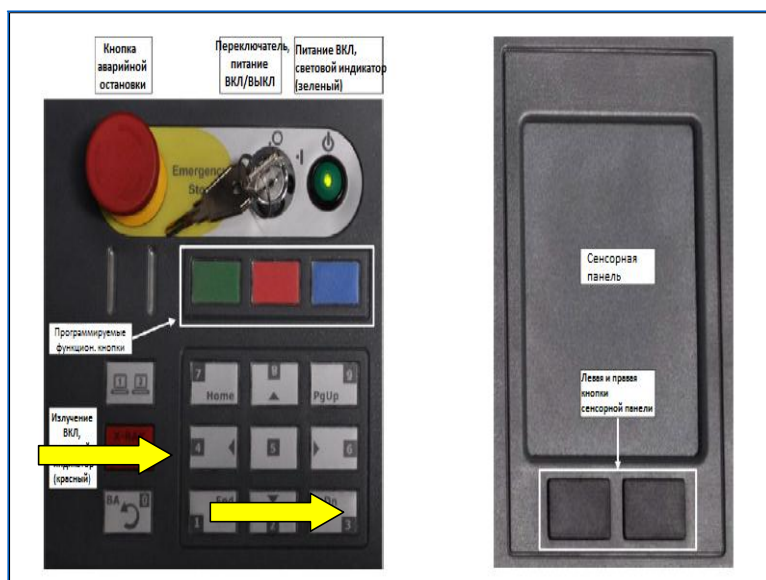

Рисунок 20-14: Монтажные болты корпуса генератора
7. Открутите болты, крепящие корпус генератора к полу рентгеновской установки (**Рисунок 20-14**).